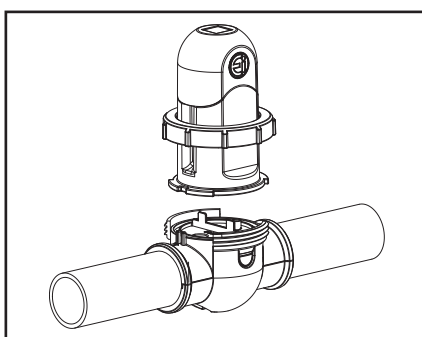

Figure 28. Enlever la cellule
5. Retirer la cellule (Voir Figure 28).